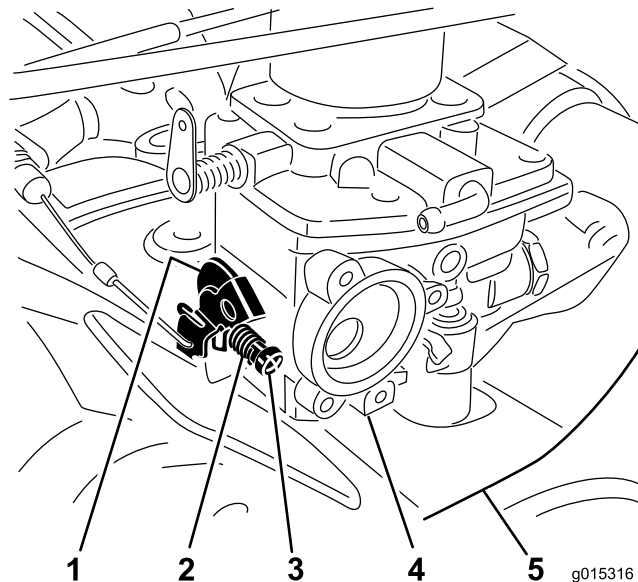

Figura 6
10. Montate la molla e la vite di minimo sul gruppo carburatore alla leva dell'acceleratore come mostrato in Figura 6.